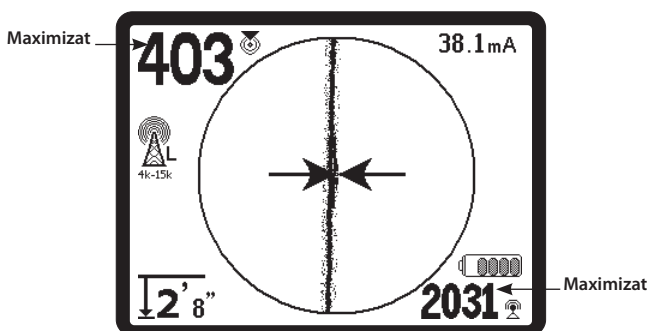

Figura 23: Localizare cu probabilitate înaltă
3. Utilizați săgețile de ghidare, numărul de proximitate, puterea semnalului și linia de detectare pentru a ghida detectarea conductei. Aceste informații sunt generate de caracteristicile discrete ale semnalului pentru a ajuta operatorul să înțeleagă calitatea localizării. Un semnal **nedeformat** emis de o conductă este cel mai puternic direct deasupra acelei conducte. (Notă: Spre deosebire de liniile de detectare a semnalului, săgețile de ghidare cer utilizatorului să orienteze detectorul astfel încât săgețile de ghidare să fie îndreptate la 90 grade față de linia de detectare a semnalului. (Vezi Figura 23.))